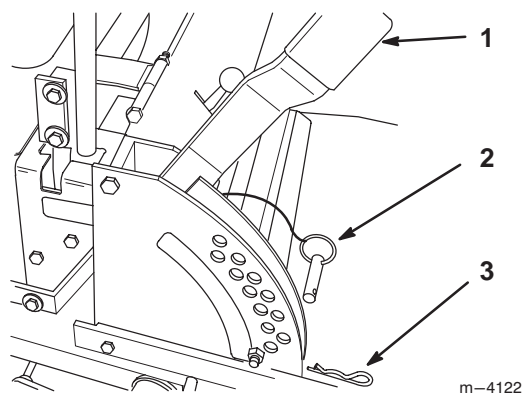

Figure 27
1. Relevez le levier de sélection de hauteur de coupe en position de transport (qui correspond aussi à la hauteur de coupe de 114 mm) (Fig. 27).
2. Pour changer de hauteur de coupe, retirez la goupille fendue et l'axe de chape du support de hauteur de coupe (Fig. 27).
3. Placez l'axe de chape dans le trou du support correspondant à la hauteur de coupe voulue (Fig. 27).
4. Fixez l'axe de chape avec la goupille fendue (Fig. 27).